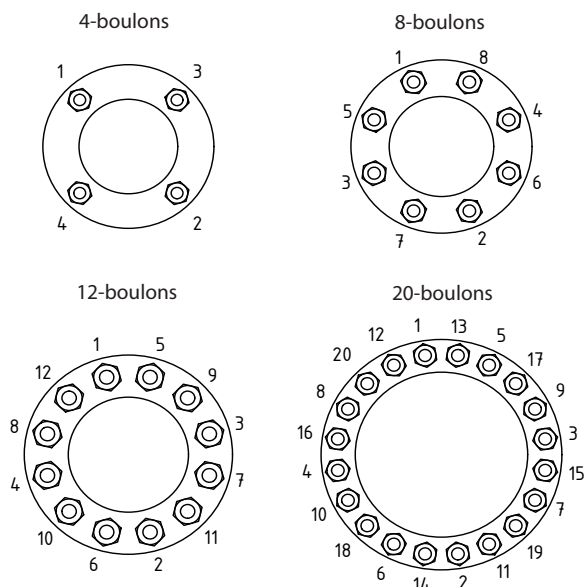

Figure 7
18. Insérez l'autre bague d'étanchéité (40) sur le siège « A » (6) et insérez les deux ensemble dans le corps (1) et sur la bague en « S » (42). Appliquez de la graisse sur les surfaces d'étanchéité du siège (6). Appliquez une pression et une force axiale pour précompresser le joint de siège selon les valeurs indiquées dans le tableau B, de la même manière que du côté du couvercle (queue).
19. Insérez le boisseau sphérique (3) dans la cavité du corps (1) avec l'ouverture de l'orifice en position fermée (attention à ne pas tourner l'boisseau sphérique de 180 degrés lors de l'ouverture et de la fermeture afin qu'il reste comme indiqué dans le schéma d'assemblage, conformément à la norme ISO 5211).
20. Installez le joint de corps en spirale (5) dans la rainure du corps.
21. Assemblez le corps (1) et le demi-corps (2), (lettres sur les moitiés orientées dans la même direction). Installez et serrez le goujon du corps en respectant le schéma de croisement de la Figure 7.